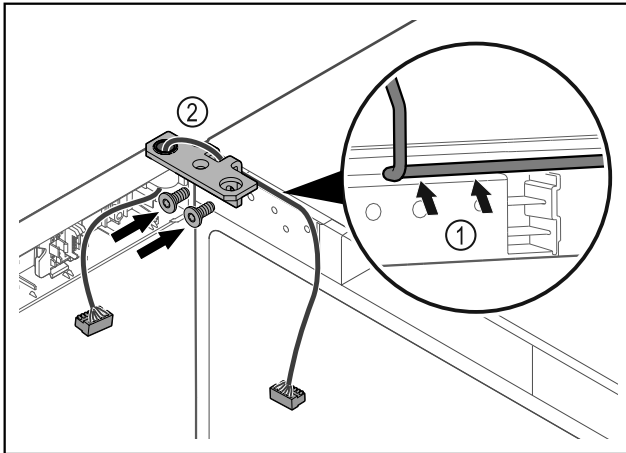

Fig. 39
- ▶ Вкарайте кабела през прореза на ъгъла на пантата и го положете внимателно Fig. 39 (1).
- ▶ Завинтете ъгъла на пантата Fig. 39 (2).